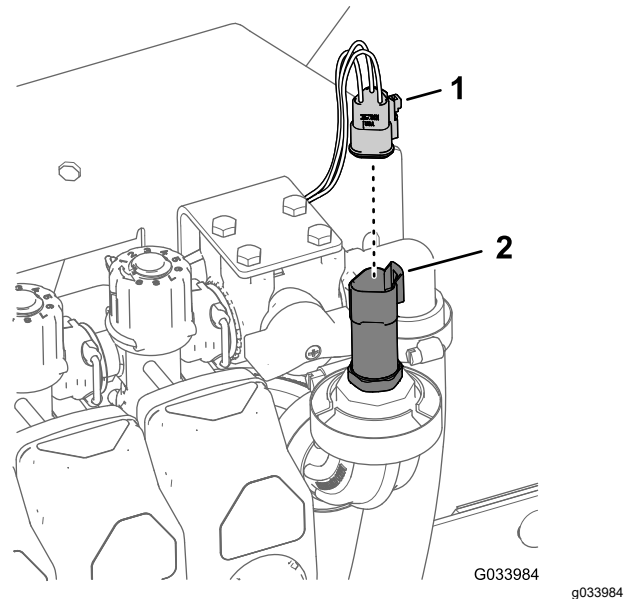

Figura 25
1. Scollegate il connettore a 3 prese per il trasduttore di pressione (Figura 25).